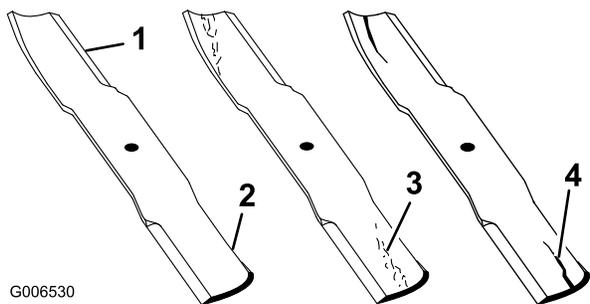

図 76
1. 刃先の部分を点検する 図 76。
4. ひび、磨耗、割れの発生などがあれば、直ちに新しいブレードに交換する 図 76。